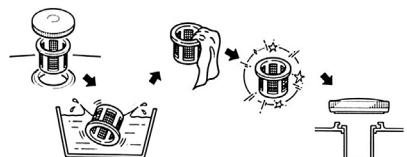

Рис. 21 Обслуживание фильтра топливного бака
1. Открутите барашковую гайку (Рис. 21).
Топливный фильтр (2), установленный в горловине бака, проверяйте при каждой заправке бака топливом. При необходимости вынимайте сетчатый фильтр из бака и производите его очистку (Рис. 21). Регулярно проверяйте целостность сетчатого фильтра, при обнаружении механических повреждений замените сетчатый фильтр.
3. Выкрутите из топливного бака выходной штуцер (Рис. 21 п. 4) и произведите его очистку. Внимательно осмотрите сетчатый фильтр. При обнаружении механических повреждений замените штуцер топливного бака.